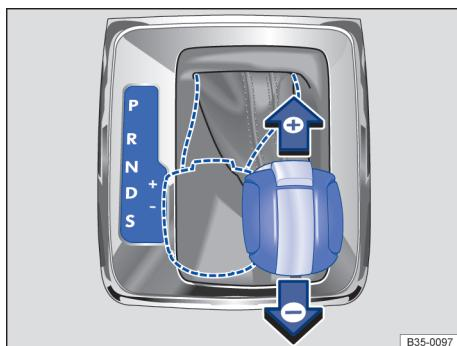

图 117 选档杆在 Tiptronic 手动电控换档程序位置上
- 向前 + 或向后 - 短促按压选档杆，即可换高档或降档⇒ 图 117。